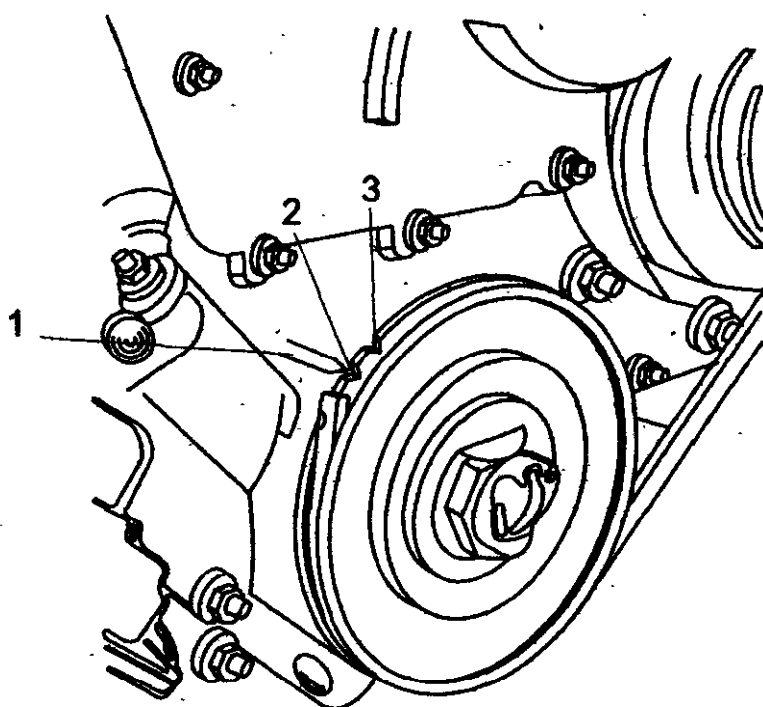

Рис. 99. Положение установочных меток на шкиве коленчатого вала двигателя в момент нахождения поршня первого цилиндра в ВМТ:
- установить поршень первого цилиндра в верхнюю мертвую точку такта сжатия, когда оба клапана закрыты, провернув коленчатый вал так, чтобы метка 2 (рис. 99) на обводе шкива коленчатого вала совместились с установочным приливом нижней крышки звездочек привода газораспределения;